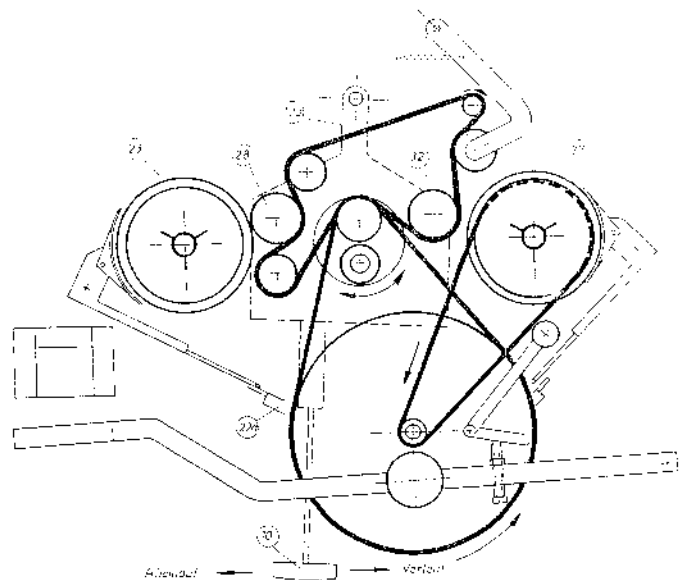

Abb. 4 Arbeitsweise (Rücklauf)
gespannt. Zwei Führungsstifte (11) am Gummipressrollenhebel drücken das Band gegen die Spiegelflächen der Tonköpfe. (s. Abb. 4 und 5)